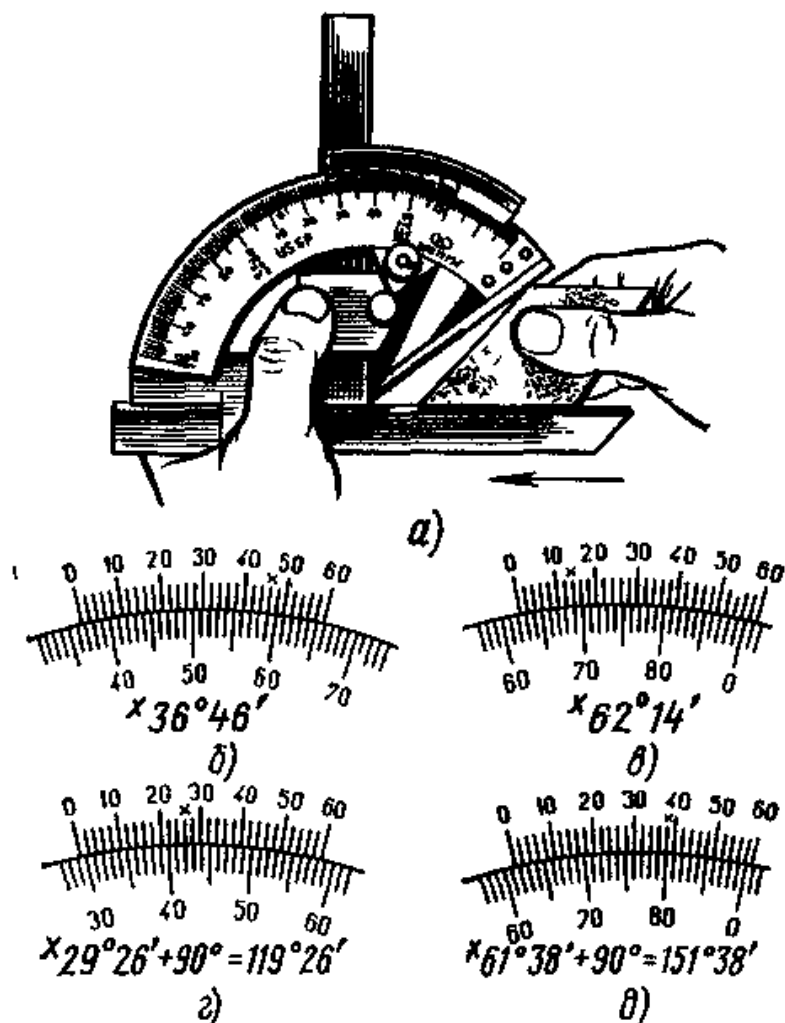

Рис. 22. Измерение наружных углов угломером УН
1. Измерение наружных углов (рис. 22, а – д):
- a) при измерении наружных углов от 0 до 500 (рис.22, а) показания читают по правой части шкалы (рис. 22, б);
- b) при измерении наружных углов от 50 до 900 показания читают по левой части шкалы (рис. 22, в);
- с) при измерении наружных углов от 90 до 1400 к показаниям правой части шкалы прибавляют 900 (рис. 22, г);
- д) при измерении наружных углов от 140 до 1800 к показаниям левой части шкалы прибавляют 900 (рис. 22, д).